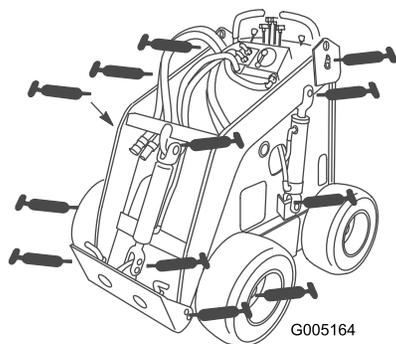
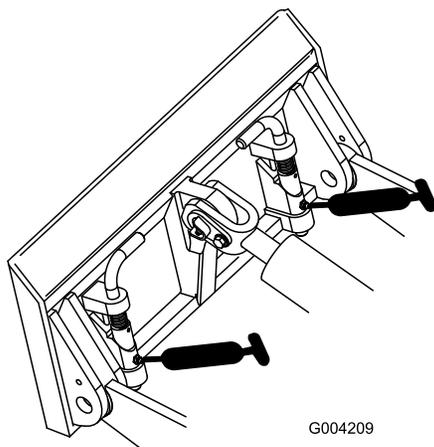

Figure 16
Figure 17
3. Raccordez une pompe à graisse à chaque graisseur (Figure 16 et Figure 17).